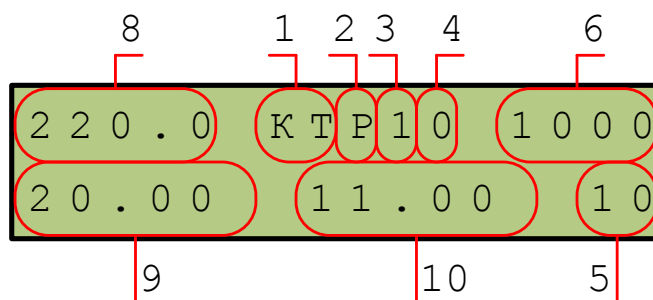

Рисунок 4.2
4.1.2 В режиме измерения на индикаторе отображаются три результата измерения и статусная информация (рисунок 4.2).
4.2.2 В режимах измерения “ХХ” и “КЗ” нажатие кнопки “ПУСК” на пункте меню “Запуск измерения” переводит измеритель непосредственно к процессу измерения. До получения первого результата измерения на индикаторе отображается статусная информация (рисунок 4.2) и сообщение “Запуск” в начале второй строки: